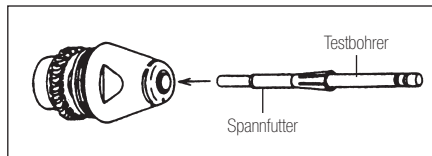

Abb.13
- 1) Eine dünne, oberflächliche Ölschicht auf das neue oder gereinigte Spannfutter auftragen, Testbohrer einsetzen und Spannfutter in den Rotorschaf drücken (Abb. 13).